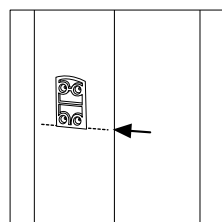

Figura 7
8. Tome la porción de espigas (de la parte curva hasta la parte superior) y alinéela directamente para marcar con lápiz como se hizo en paso 6 (Figura 7).